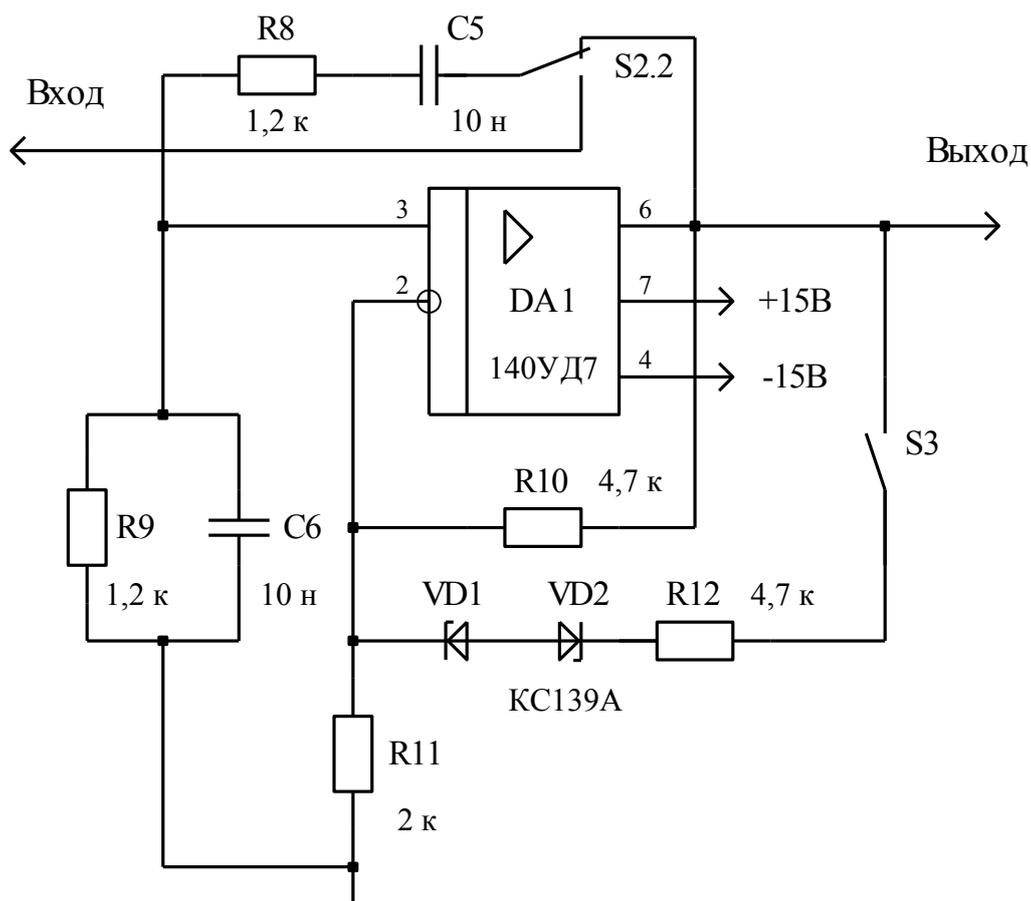

Рис. 4.2. Генератор с мостом Вина
Генератор с мостом Вина (рис.4.2) также использует  $RC$ – цепь, которая имеет нулевой фазовый сдвиг на частоте
Изучить принципиальную схему генератора с мостом Вина (рис.4.2).
4.3.6. Рассчитать частоту генерации для схемы на рис.4.2.